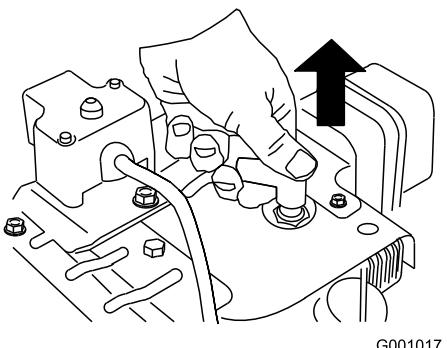

Figura 40
- Staccate il cappellotto dalla candela (Figura 40).